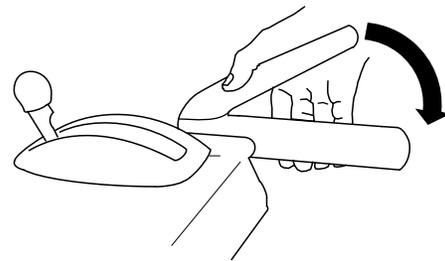

Bild 26
1. Drücken Sie zum Einkuppeln des Räumwerk- bzw. Gebläseradantriebs den rechten Hebel (Räumwerk bzw. Gebläserad) zum Handgriff (Bild 26).